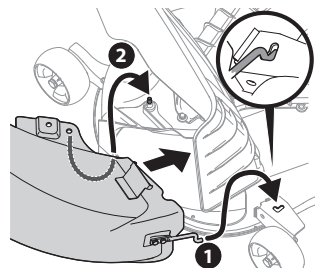

Figura 25
4. Inserte la varilla de montaje del canal de la embolsadora (1) en el orificio que se encuentra en el montaje de la rueda de la plataforma, como se ilustra en el recuadro de la Figura 25.
5. Pivotee el canal de la embolsadora hacia atrás hasta que el orificio en el codo del canal de la embolsadora se alinee con el pasador del adaptador del canal de la embolsadora. Mueva el canal de la embolsadora para abajo hacia ese pasador, como se ilustra en el número 2 de la Figura 25.